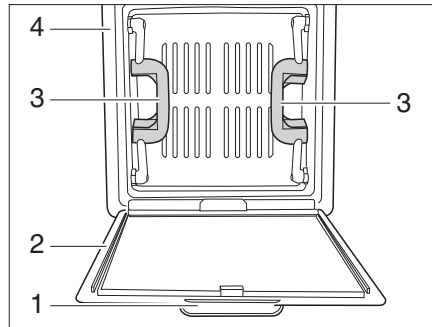

Bild 22 Dachhaube mit Schnappverschluss
- Den Insektenschutz (Bild 22,2) am Griff (Bild 22,1) nach unten ziehen. Der Insektenschutz klappt nach unten.
- Die Dachhaube an beiden Griffen (Bild 22,3) nach oben drücken.
- Den Insektenschutz nach oben klappen und am Rahmen (Bild 22,4) einrasten.
- Die Dachhaube an beiden Griffen (Bild 22,3) kräftig nach unten ziehen.